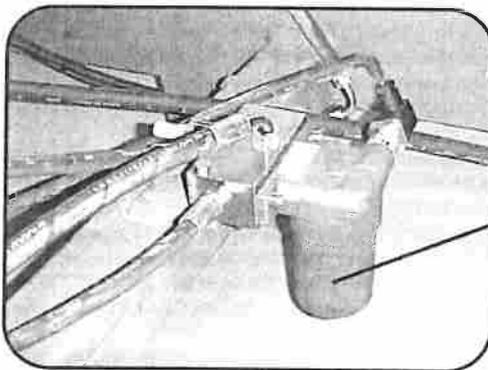

Fig.18
- 10) Sustituir el cartucho filtrante del aceite hidráulico. Este cartucho está fijado y delante de la bomba principal (Fig. 18). Saltar el cartucho, limpiar la cara de asiento del soporte del cartucho y lubricarlo con aceite limpio. Montar el nuevo cartucho, apretándolo fuertemente con la mano.